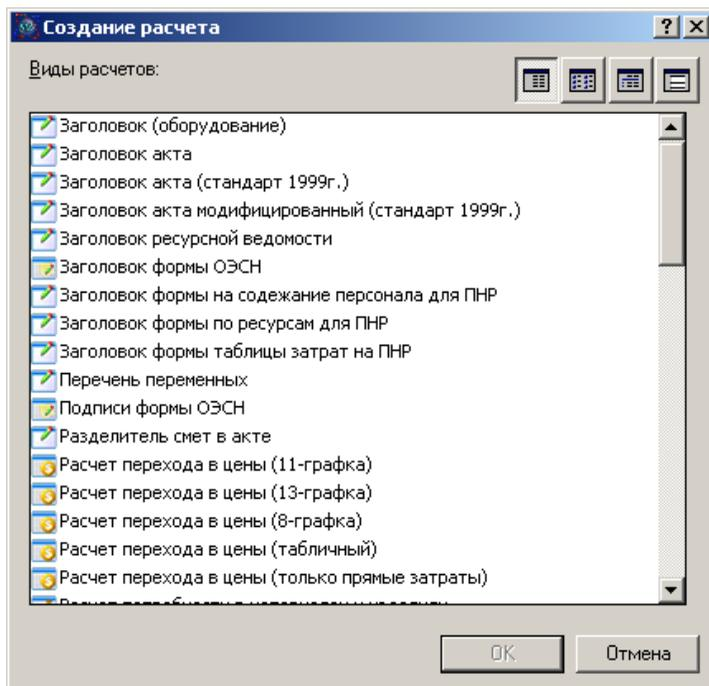

Рис. 3.10 Диалоговое окно «Создание расчета».
2. Выберите команду **Создать Расчет** на вкладке **Главная** или нажмите клавишу <F4>. Откроется диалоговое окно «Создание расчета» (Рис. 3.10).